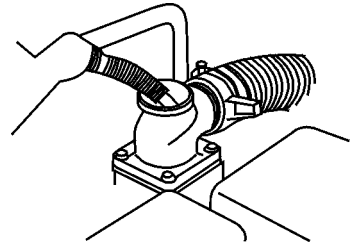

Fig. 29 – Limpiando la bomba
- f. Ponga agua limpia en la bomba (fig. 29) para realizar la limpieza de posibles residuos. Aguarde hasta que toda el agua escurra;